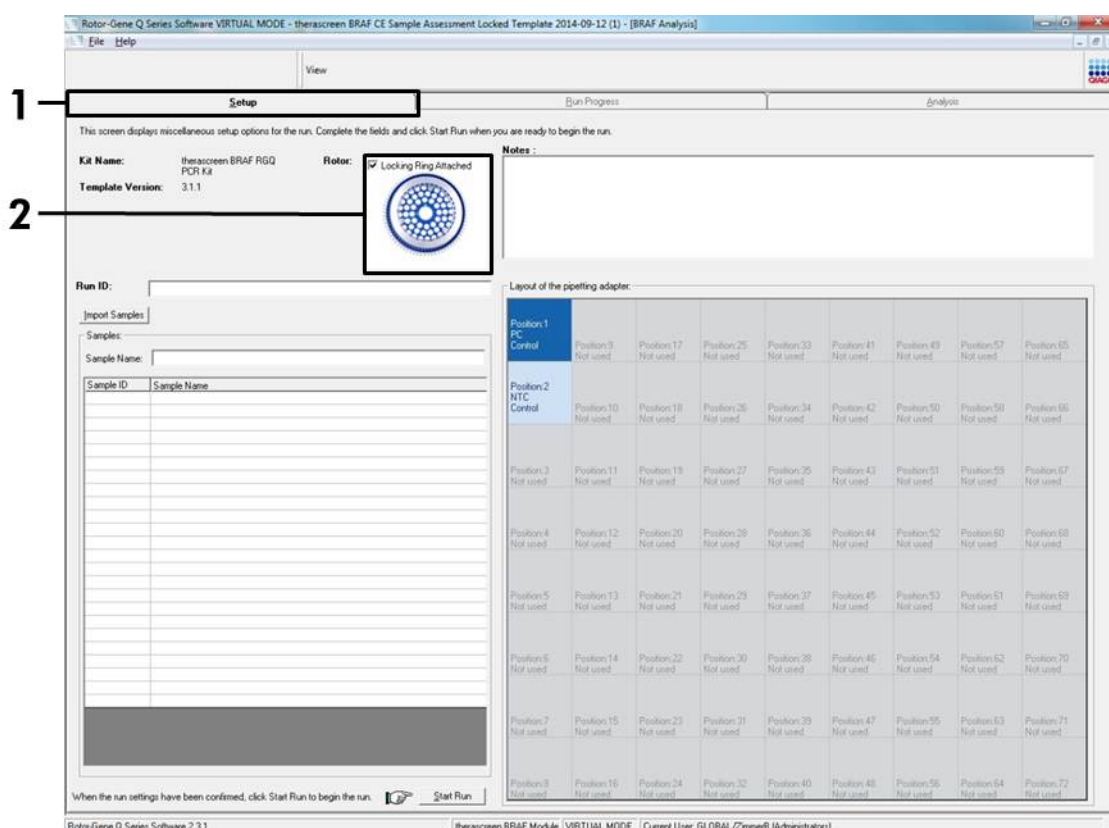

Ilustración 3. Pestaña “Setup” (Configuración) (1) y opción “Locking Ring Attached” (Anillo de fijación sujeto) (2)
10. La pestaña “Setup” (Configuración) (consulte la ilustración 3) se abre de manera predeterminada. Confirme que el anillo de fijación esté sujeto y marque la casilla “Locking Ring Attached” (Anillo de fijación sujeto). Cierre la tapa del equipo Rotor-Gene Q.